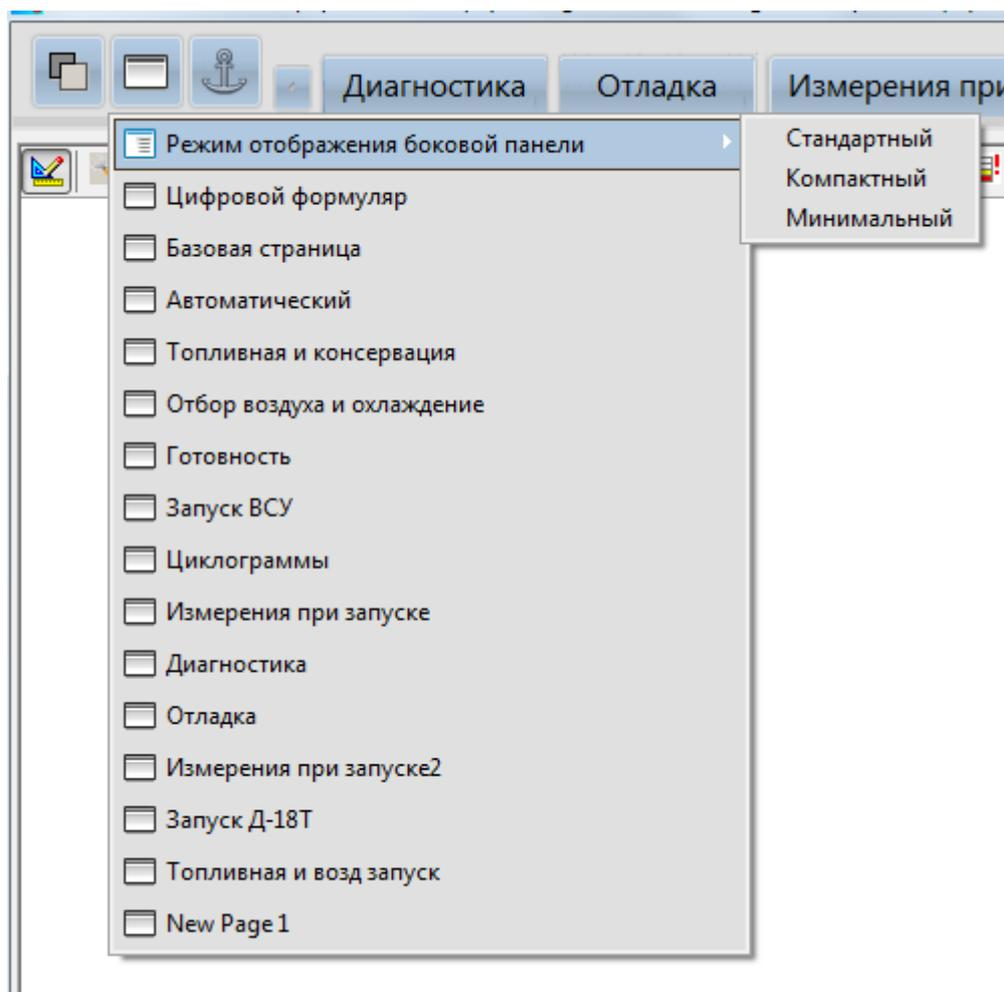

Рисунок 4.7 – Список для выбора режимов отображения основного окна ПО Recorder
4.2.2 На панели основного окна ПО Recorder кнопкой  вызывается список для выбора режимов отображения боковой панели и список всех формуляров для выбора отображений в основном окне – рисунок 4.7.